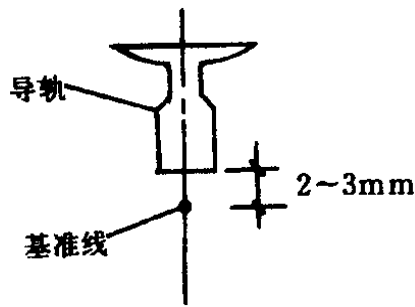

图 2-10 导轨的样线
1. 从样板上放基准线至底坑 (基准线距导轨端面中心 2~3mm), 并进行固定 (图 2-10)。